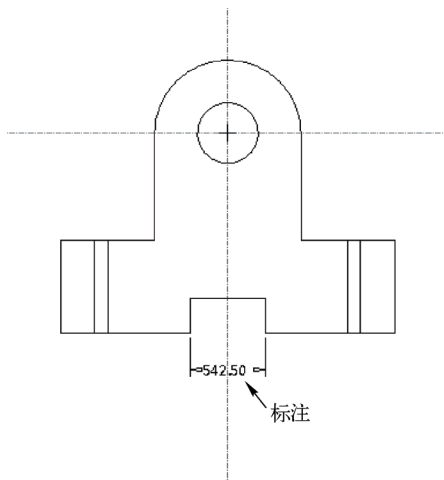

图 4-6 标注两条直线距离尺寸
STEP 02 在功能区选项板的“草绘”选项卡中, 单击“尺寸”面板中的“法向”按钮, 在绘图区下方的两条垂直直线上依次单击鼠标左键, 然后在合适位置处单击鼠标中键, 即可标注两条直线距离尺寸, 再次单击鼠标中键, 完成标注, 效果如图 4-6 所示。